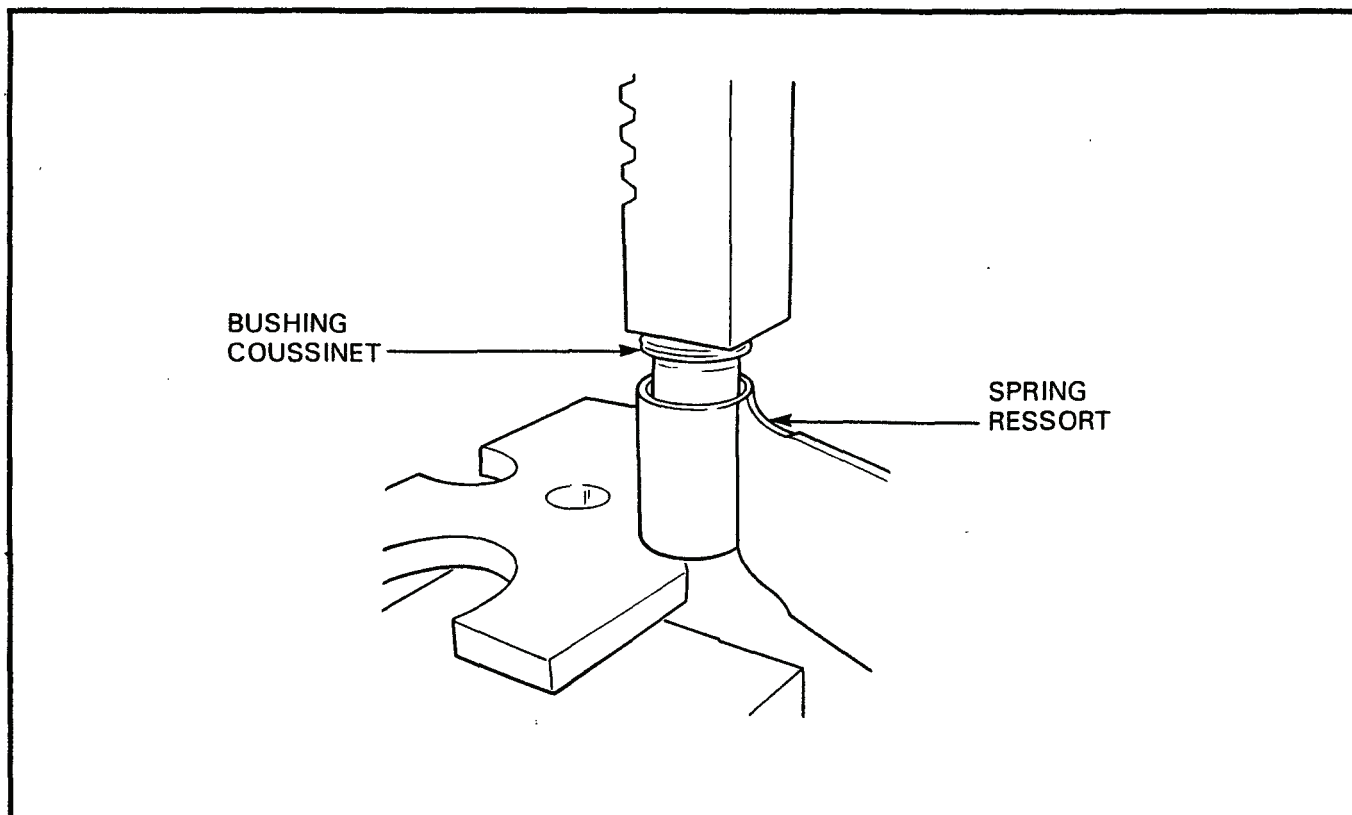

Figure 6-2-4 Installation of Spring Bushing
3. Assembly — To assemble, see Figure 6-2-4 and proceed as follows:	3. Assemblage — Pour assembler les ressorts, voir figure 6-2-4, et procéder comme suit: